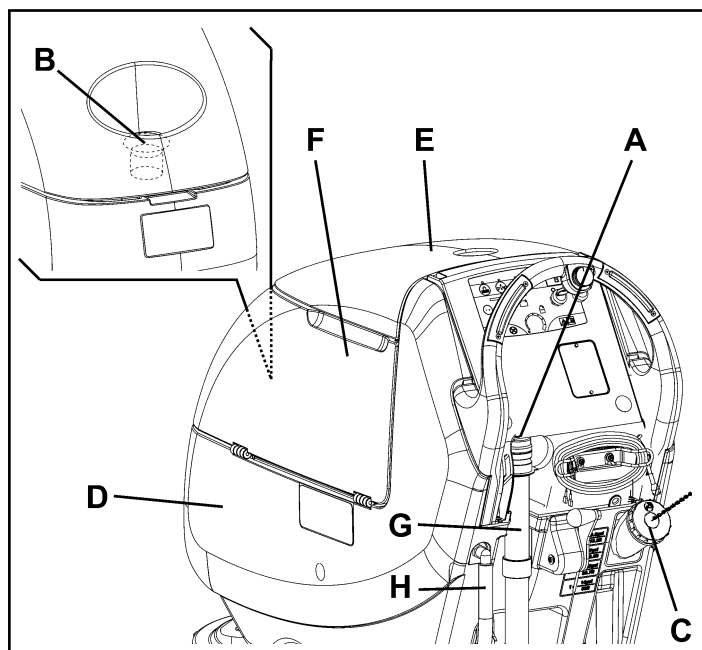

Figure 14
1. Ouvrir la goulotte (A, Fig. 14).